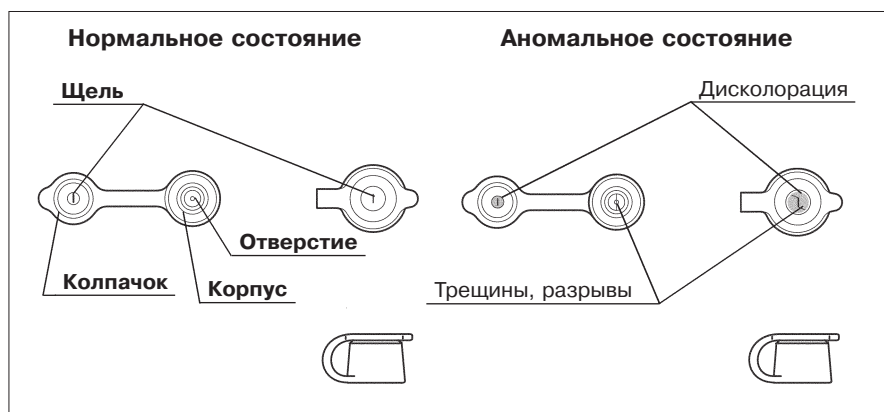

Рис. 3.7
1. Убедитесь в отсутствии трещин, разрывов, износа, изменения окраски или деформации в области щели и отверстия в биопсийном клапане (см. рис. 3.7).